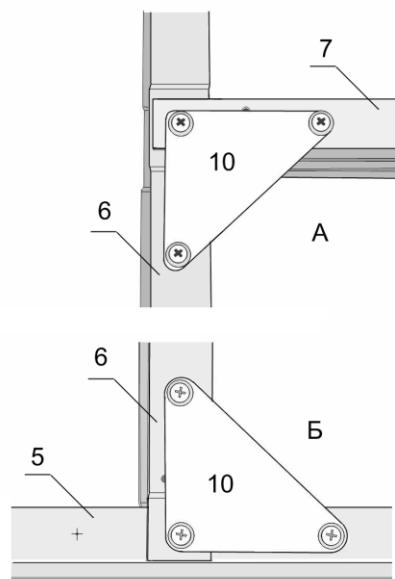

Рис.7
3.2.4. Поверните дверной проём внутренней стороной теплицы к верху и произведите крепление стоек дверного проёма №6 и перемычки № 7 вместе с косынками № 10 для фиксации двери в закрытом состоянии (см. рис. 7-А; Б).